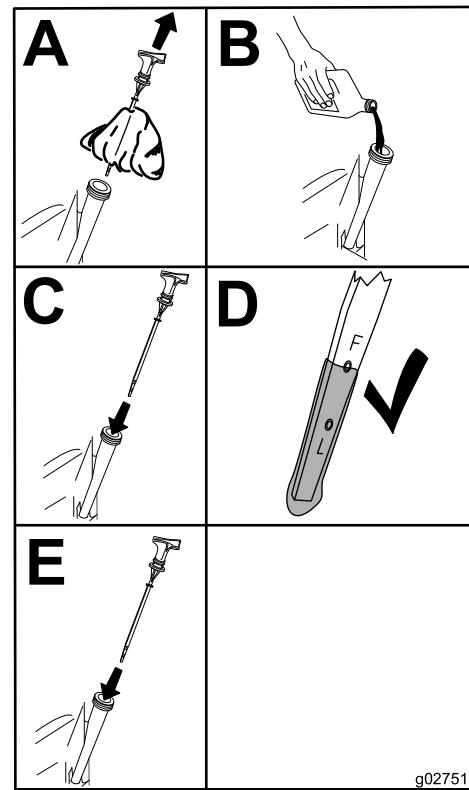

Figure 34
- Versez avec précaution environ 80 % de la quantité d'huile spécifiée dans le goulot de remplissage (Figure 34).